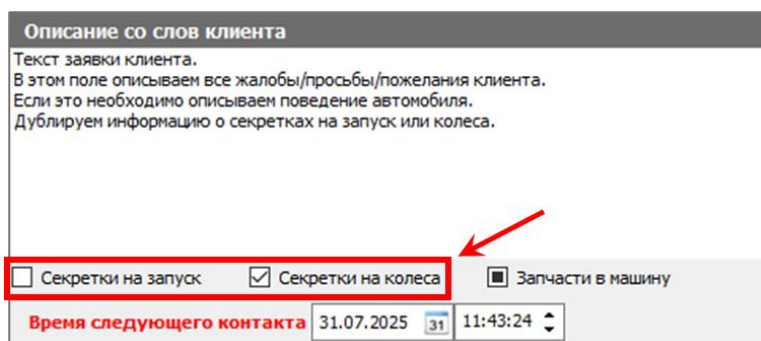

рис. 200
2. Черный квадрат в чекбоксе означает: информация о наличии или отсутствии секреток на автомобиле еще не зафиксирована. Нажатием левой кнопкой мыши в чекбоксе установите/снимите галочку в соответствии с актуальной информацией (рис. 200).